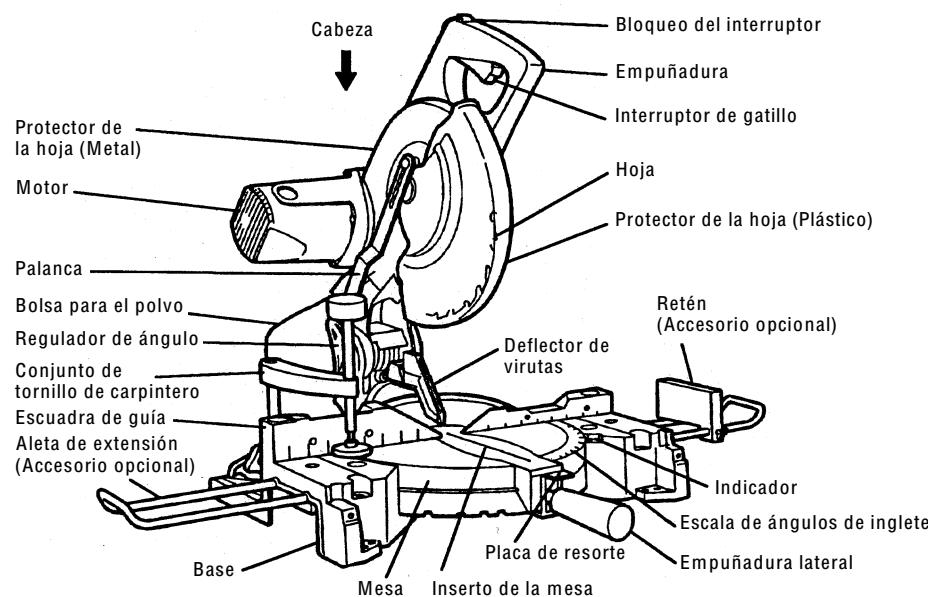

Fig. 1
- ① Conjunto de soporte (Fig.1) (Núm. de código 317542)
- ② Conjunto de tornillo de carpintero (Núm. de código 317541)
- ③ Hoja de sierra de 255 mm (10") Hoja de sierra TCT para cortar superficies finas (Total de dientes: 60) (Núm. de código 976472)
- ④ Hoja de sierra de 255 mm (10") Hoja de sierra TCT para cortes normales (Total de dientes: 70) (Núm. de código 976473)
Para el transporte, sujeté la empuñadura (véase Fig.1) con una mano, y con la otra mano sostenga la base por la sección de agarre del extremo izquierdo.
Instale la bolsa para el polvo, la empuñadura lateral, el soporte de extensión, el retén y el tornillo de carpintero de la manera indicada en las Figs. 1 y 2.